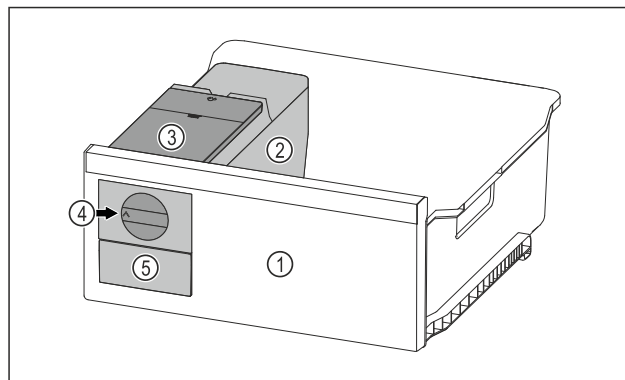

Fig. 41 Примерное изображение
- Поверните поворотную кнопку Fig. 41 (4) по часовой стрелке до упора.
- ▷ Кубики льда упадут из ванночки для кубиков льда в выдвижной ящик для кубиков льда Fig. 41 (5).